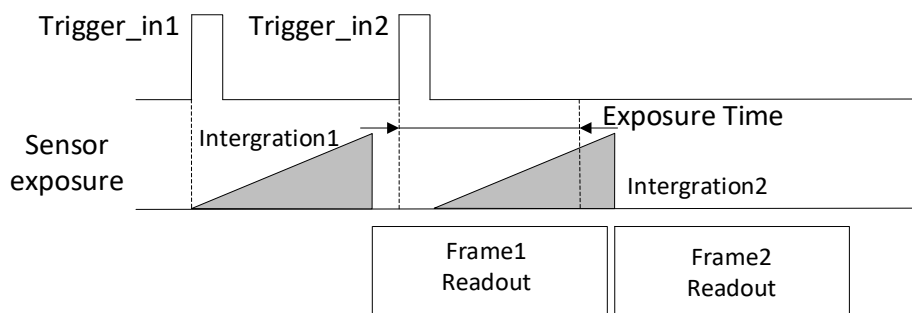

图4-47 第 2 帧曝光移动处理时序
- 若第 2 个触发信号第 1 帧图像的曝光结束时间早于设备当前第 1 个触发信号最后 1 帧出图时间，则设备内部会做处理，将第 2 个触发信号第 1 帧图像的曝光开始时间推迟，确保第 2 个触发信号第 1 帧图像的曝光结束时间不早于第 1 个触发信号最后 1 帧的出图时间，如图 4-47 所示。